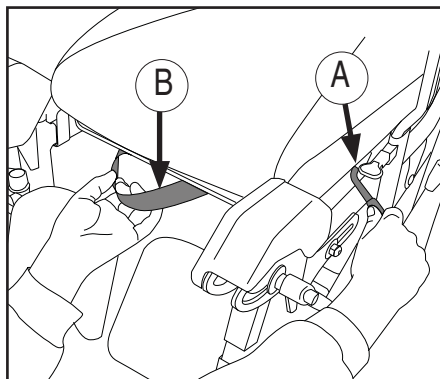

Abbildung 12
## Verschiebbarer Sitz *Abbildung 12*
- Verwenden Sie den verschiebbaren Sitz, um den Nutzer im Stuhl möglichst weit nach vorn zu bewegen (siehe Abbildung 12, Seite 9)